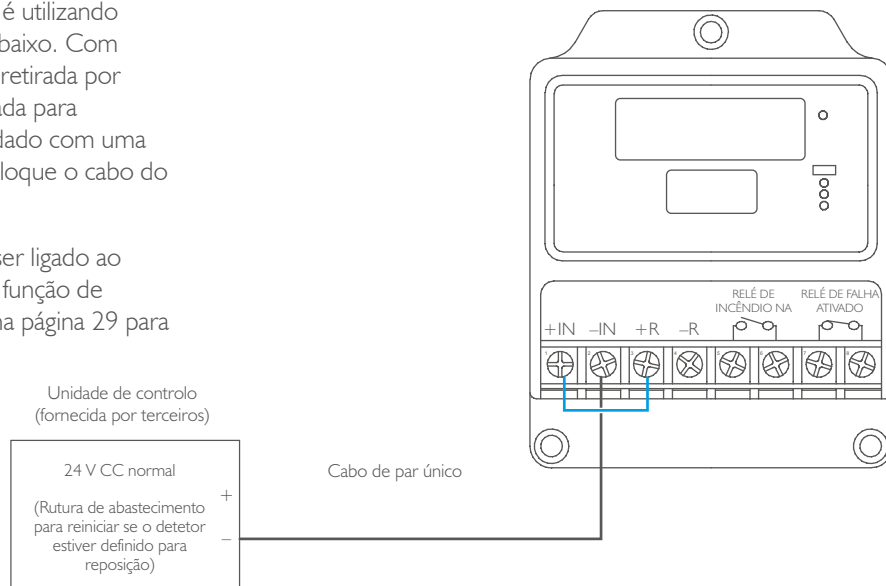

Figura 15. Diagrama de ligações básico de dois condutores
- 1) Sinalização de corrente. O detetor pode ser ligado a um dispositivo como um circuito de dois condutores, aumentado a sua corrente de alimentação para sinalizar que foi detetada uma chama – ver Figura 15.